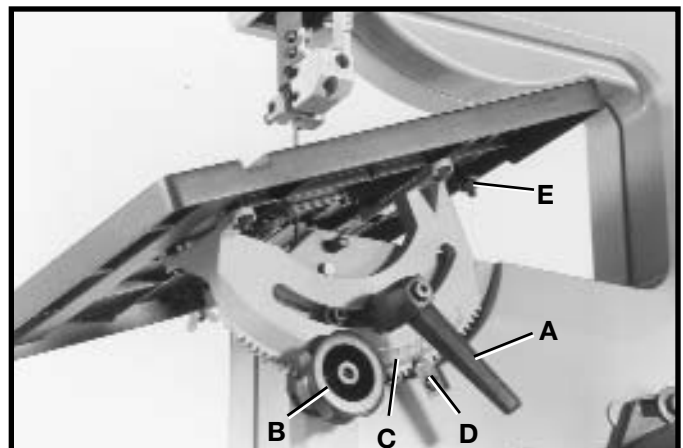
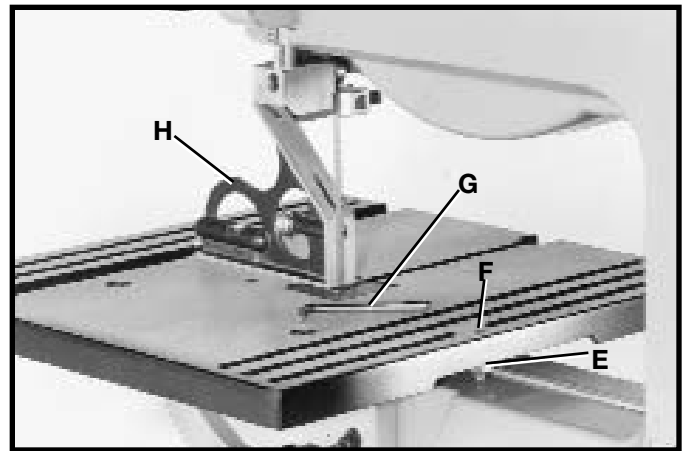
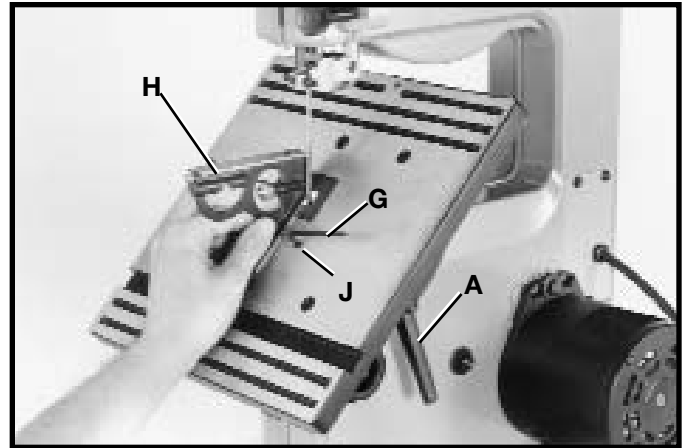

Fig. 26
Fig. 27
Fig. 28
La mesa puede ser inclinada 45 grados a la derecha. Para inclinar la mesa, afloje la agarradera de cierre (A) Fig. 26 y gire la perilla (B) en el sentido de las agujas del reloj hasta establecer el ángulo deseado. Vuelva a apretar entonces la agarradera de cierre (A). **AVISO:** La agarradera de cierre de mesa (A) puede reposicionarse tirando de la agarradera y volviéndola a posicionar sobre la tuerca localizada debajo del cubo de la agarradera. Se proporciona una escala (C) y un indicador (D) para indicar el grado de inclinamiento de la mesa.
1. Incline la mesa a la posición de 90 grados como lo ilustra la Fig. 27 y apriete la agarradera de cierre (A) Fig. 28. Coloque una escuadra (H) Fig. 27 sobre la mesa y contra la hoja. Revise si la hoja se encuentra a 90 grados de la superficie de la mesa. Si resulta necesario realizar cualquier ajuste, haga lo siguiente:
2. Incline la mesa ligeramente conforme a lo ilustrado en la Fig. 26, para exponer la tuerca de cierre (E) Fig. 27. Afloje la tuerca de cierre y devuelva la mesa a la posición de 90 grados. Con la agarradera de cierre (A) Fig. 28, suelta, gire el tornillo de ajuste (F) Fig. 27 utilizando la llave (G) suministrada hasta que la hoja quede a 90 grados de la mesa. Apriete entonces la tuerca de cierre (E) Fig. 27 y la agarradera de cierre (A) Fig. 28.
3. Incline la mesa a la posición de 45 grados, como lo ilustra la Fig. 28. Coloque una escuadra (H) sobre la mesa y contra la hoja, y revise si la hoja se encuentra a 45 grados de la superficie de la mesa. Si se requiere realizar cualquier ajuste, haga lo siguiente:
4. Afloje la tuerca de cierre en el tornillo de ajuste (J) Fig. 28 colocado en el lado inferior de la mesa. Con la agarradera de cierre (A) Fig. 28 aflojada, gire el tornillo de ajuste (J) con la llave (G) suministrada hasta que la hoja se encuentre a 45 grados de la mesa. Una vez realizado el ajuste, apriete la agarradera de cierre (A) y el tornillo de cierre en el tornillo de ajuste (J).